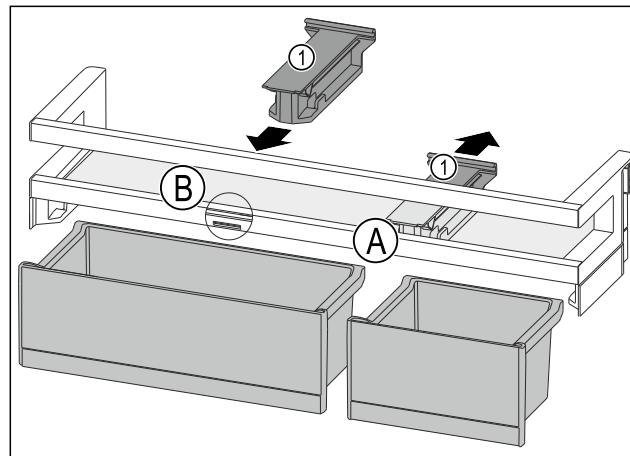

Fig. 127
- ▶ Снимите крепление Fig. 127 (1) в позиции Fig. 127 (A), отодвинув его назад.
- ▶ Установите крепление Fig. 127 (1) в позиции Fig. 127 (B).